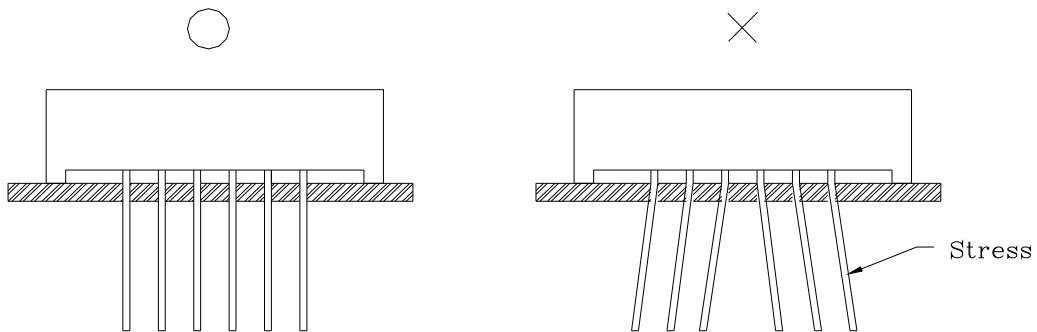

Fig.6
3) 弯 PIN 时应该保证 PIN 和 PCB 板保持垂直, 尽量不要对 DISPLAY 形成压力导致不良。如图 6